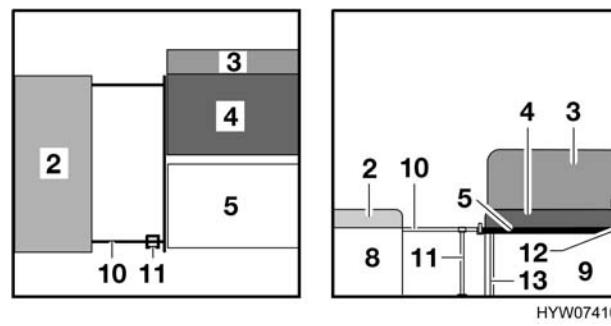

Fig. 99 Durante la trasformazione
- Estrarre il puntello (Fig. 99,11) dal supporto del divano.
- Estrarre la prolunga del cassone letto (Fig. 99,10) del divano fino all'arresto.
- Posizionare il puntello (Fig. 99,11), posizionato sul lato dove la prolunga del cassone letto non poggia sulla dinette centrale, sotto la prolunga del cassone letto.
- Riposizionare il cuscino del divano (Fig. 99,2) sul divano.